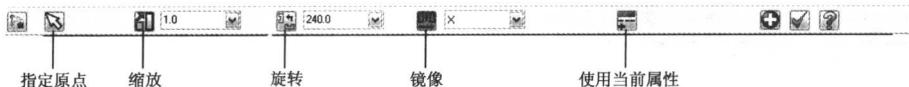

图 1-14 文件合并工具栏
- (1) 选择 File |Open...命令，打开“文件合并 1.MCX”文件。
- (2) 选择 File |File Merge/Pattern 命令，在打开的文件选择对话框中选择“文件合并 2.MCX”文件，系统将在 Ribbon 工具栏中显示文件合并工具栏，如图 1-14 所示。直接单击按钮确定即可。系统自动将两个图形进行叠加。